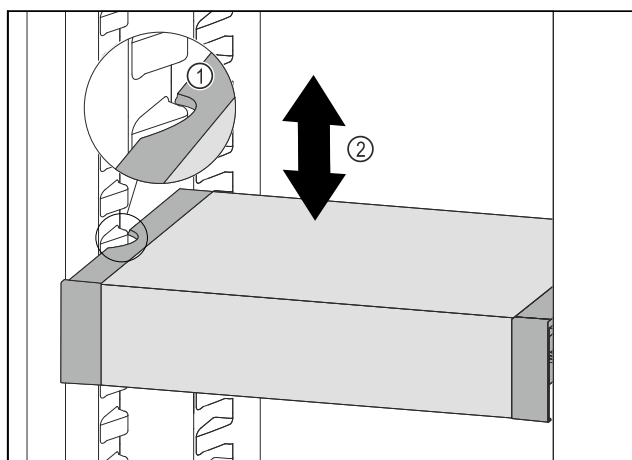

Fig. 91
- ▶ Tirare VarioSafe in avanti fino a quando le cavità laterali di VarioSafe non si trovano al livello della nervatura del contenitore nel vano frigorifero. Fig. 91 (1)
- ▶ Spostare VarioSafe verso l'alto o verso il basso nel vano frigorifero fino a raggiungere l'altezza desiderata. Fig. 91 (2)